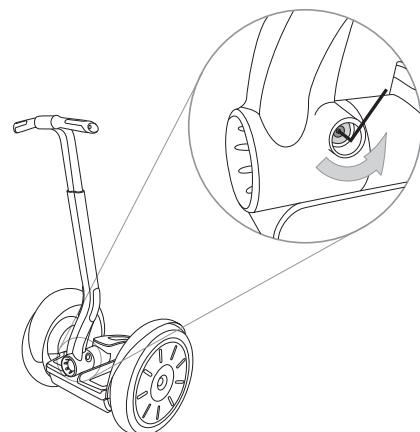

図 1. LeanSteer フレームファスナーを外す
2. 5mm 六角レンチを使い、LeanSteer フレームを固定しているファスナーを外します。図 1 を参照してください。